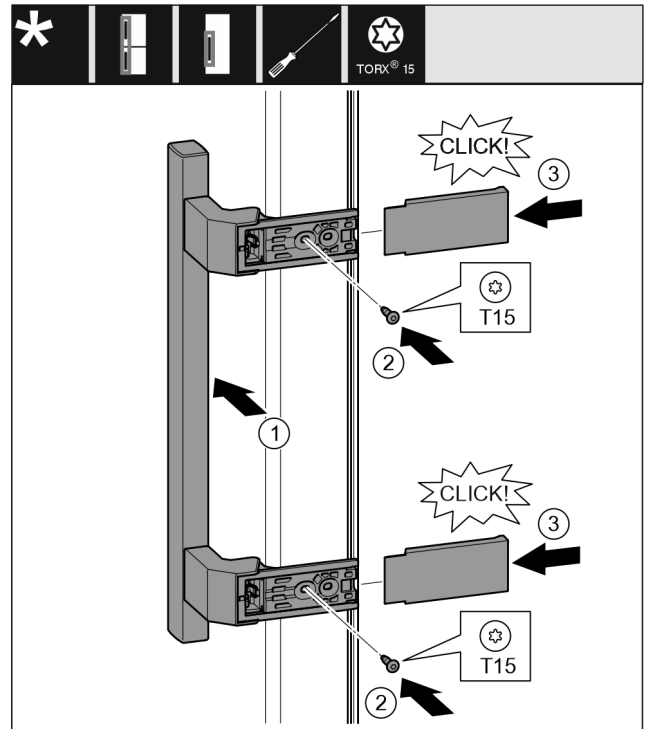

Fig. 14
- ▶ Vendosni dorezën në anën e kundërt. Fig. 14 (1)
- ▶ Mbërtheni fort vidat me një kaçavidë T15. Fig. 14 (2)
- ▶ Vendosni kapakët mbulues anash dhe shtyjini. Fig. 14 (3)